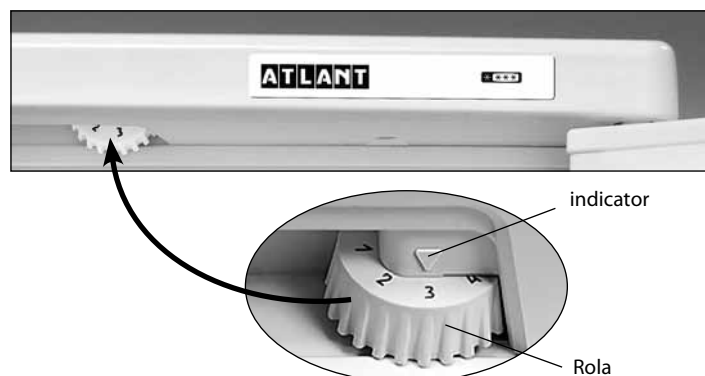

Figura 3 – Controlul temperaturii
1.5 Organul de reglare a temperaturii în conformitate cu figura 3 este rola de reglare a temperaturii (în continuare – rol). Rolul se rotește în sensul acelor de ceasornic și invers acelor de ceasornic și are diviziuni cu cifre notate și se instalează la diviziunea selectată. Diviziunea cu marcarea la "1" corespunde temperaturii cea mai ridicată (răcirea cea mai mică) în camera, la diviziunea "7" – cea mai joasă (cea mai mare răcire). Diviziunea rolului trebuie instalată sub indicator la reglarea temperaturii.
Deschideți ușa SF și setați rola la diviziunea "2." Închideți ușa SF. Pe viitor, pentru a selecta temperatura optimă pentru depozitarea alimentelor în secțiune trebuie reglată temperatura cu ajutorul rolului, așa cum se arată în figura 3. În cazul în care, după reglare sau în urma schimbării condițiilor de exploatare, compresorul a început să lucreze continuu, este necesar să se rotească lent rola în direcția de micșorare până la un clic a regulatorului de temperatură. După reglare, temperatura în frigider se menține în mod automat.